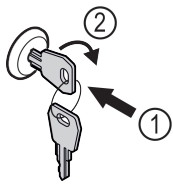

Fig. 123
- ▶ Įspauskite raktą Fig. 123 (1).
- ▶ Pasukite raktą 90° pagal laikrodžio rodyklę Fig. 123 (2).